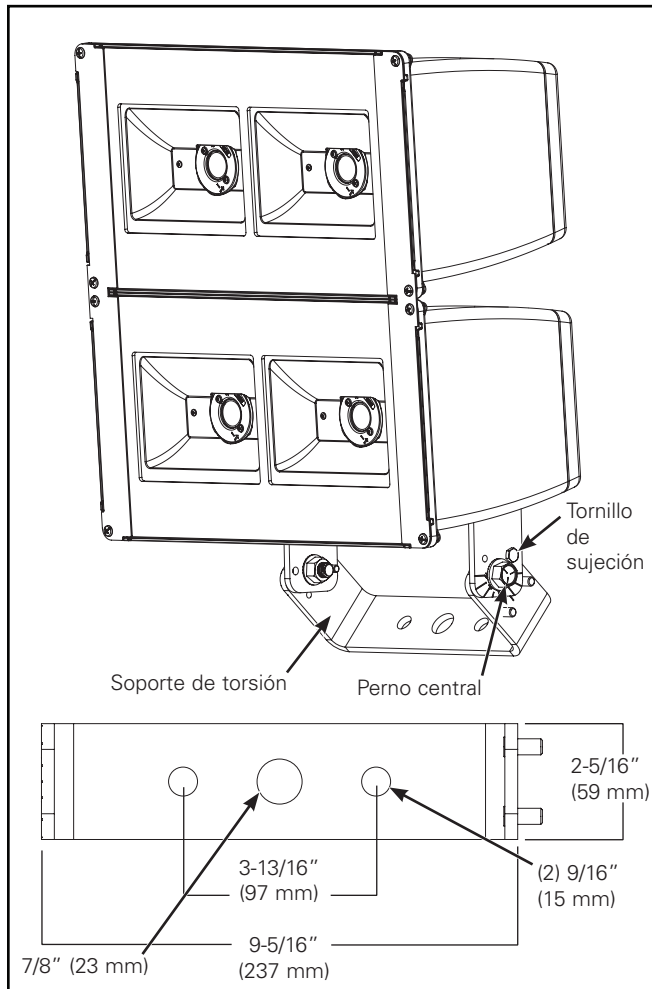

Figura 1.
### Montaje sobre dintel (Figura 1.)
2. Afloje pero no retire los (2) pernos centrales y el (1) tornillo de sujeción. (Figura 1.)